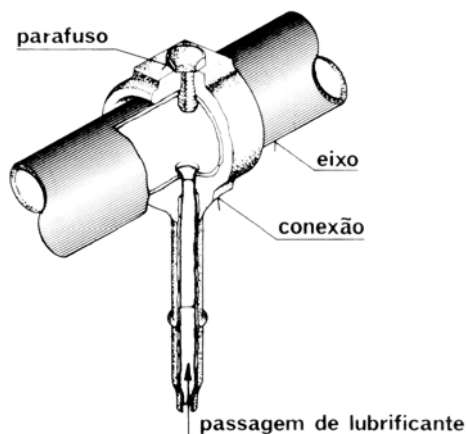

FIG 3
1. Examine o furo de passagem de lubrificante da conexão, **Fig. 3** dos balancins e do eixo. Se necessário, desobstrua as passagens.
3. Monte a conexão no eixo dos balancins, **Fig.3**. Torque: 7 - 11 Nm (0,7 - 1,1 kgf . m) (4 - 6 lbf . pé).